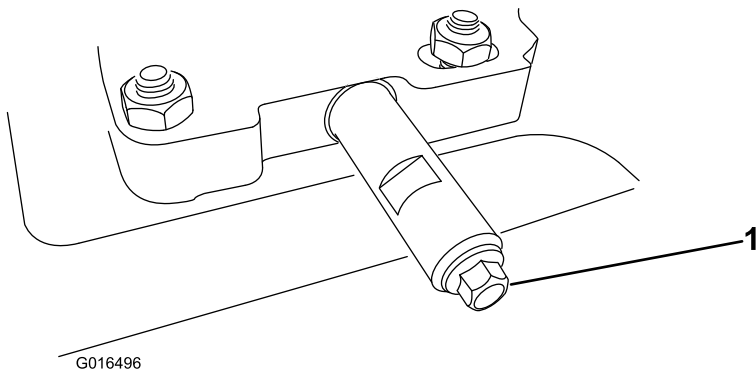

Figure 47
- Nettoyez la surface autour du bouchon de vidange d'huile (Figure 47).